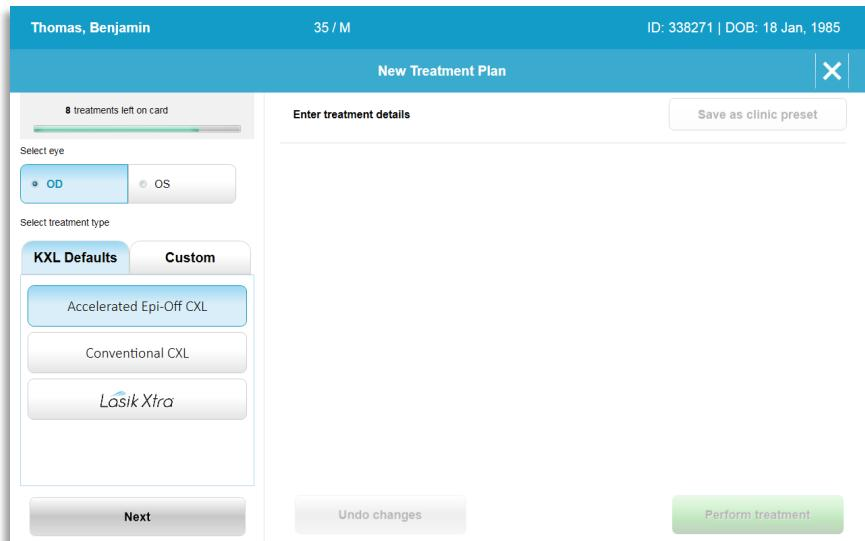

Bild 3-5. Välj öga
- När du har valt öga får fältet en blå kontur, som visas på bild 3-5.
- Systemet är förprogrammerat med tre KXL-standardbehandlings-planer som visas på bild 3-5: